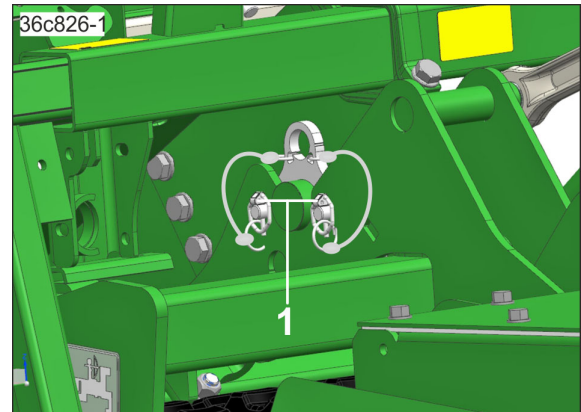

Рис. 134
- 7.3 Извлеките пружинные фиксаторы (Рис. 134/1).